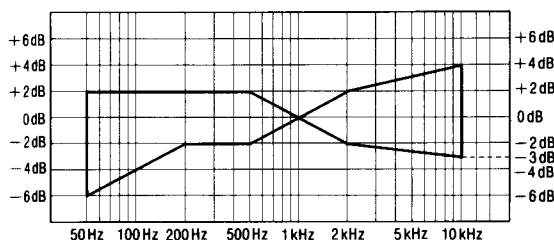

Fig. 8
4. Reproducir la señal grabada en el paso 2 y comprobar que el nivel de cada frecuencia de salida esté dentro de la gama mostrada en la Fig. 8. en comparación con la frecuencia de referencia (1kHz).